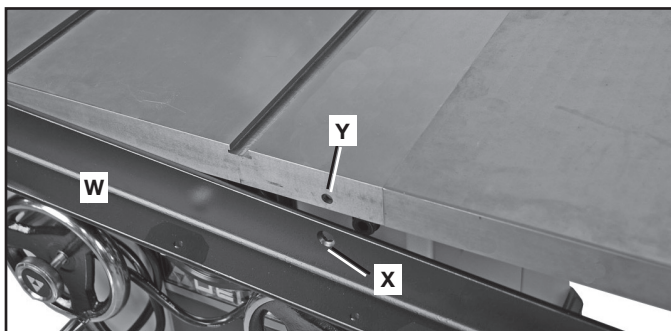

FIG. 11
1. Ensamble el riel frontal (W), Fig. 11, al borde frontal del banco de la sierra con los dos tornillos de casquete con cabeza hueca plana y hexagonal 5/16-18 x 25 mm (1 pulgada) y las tuercas de brida dentadas de 5/16-18.
2. Los tornillos se insertan en los dos orificios avellanados más grandes (uno se muestra en (X), Fig. 11) en el riel frontal y en los dos orificios (Y) que están en la parte frontal del banco de la sierra.